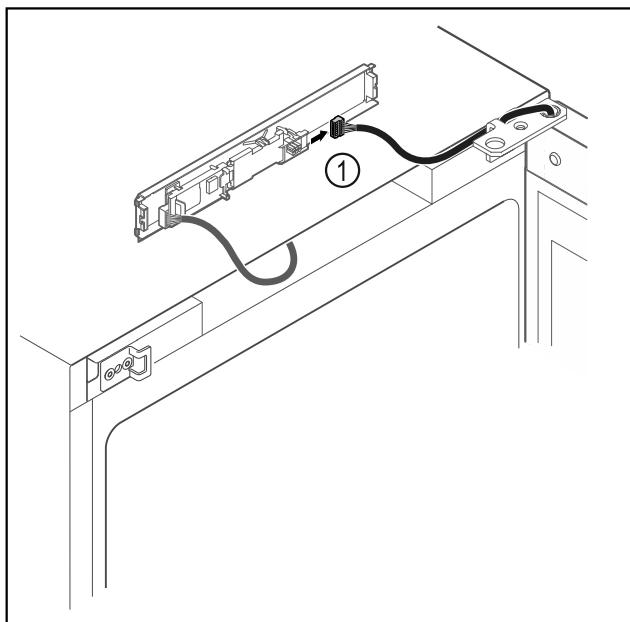

Fig. 16
- Odvojite utikač Fig. 16 (1) od tiskane pločice.